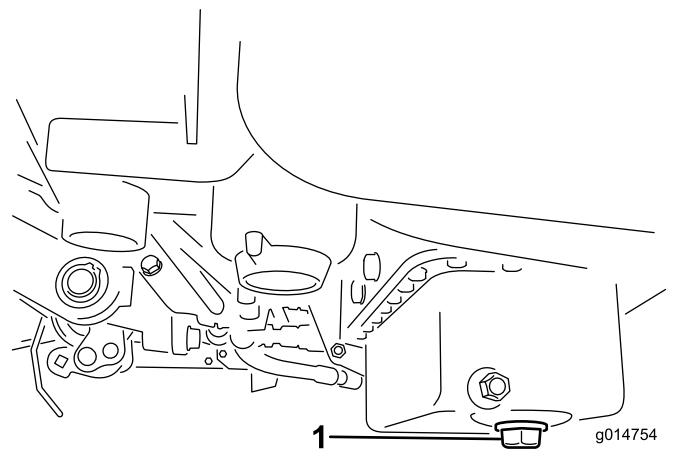

Figura 41
1. Retire el tapón de vaciado y deje fluir el aceite a un recipiente. Cuando el aceite deje de fluir, coloque el tapón de vaciado (Figura 41).